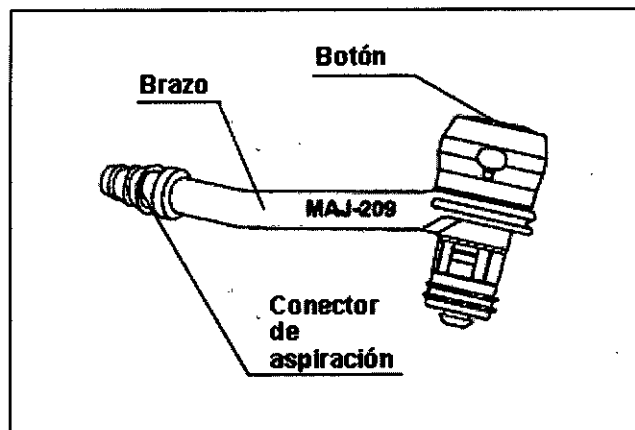

Figura 3.4
3. Compruebe si la válvula de aspiración está rota o dañada (véase Figura 3.4).